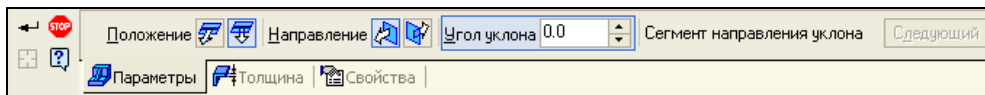

Рис. 28.25. Панель свойств: Ребро жесткости с открытой вкладкой **Параметры**
- ♦ на панели инструментов **Редактирование детали** нажмите кнопку **Ребро жесткости** . Панель свойств **Ребро жесткости** имеет три вкладки: **Параметры** (рис. 28.25), **Толщина** и **Свойства**. Элементы управления вкладок представлены в табл. 28.2;